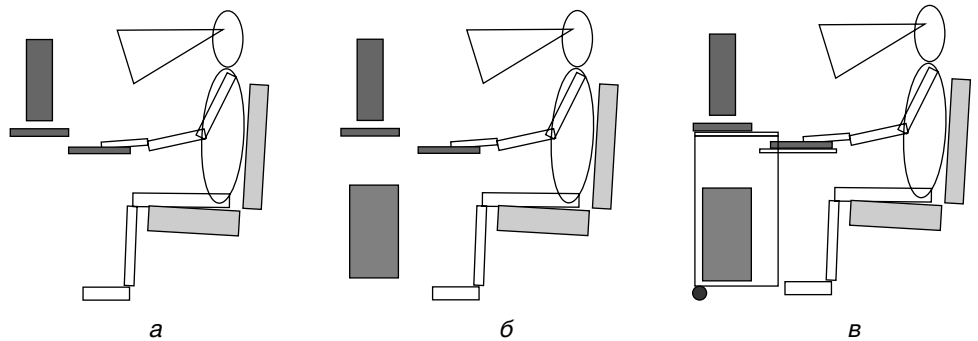

Рис. 1.5
- ◆ Изобразить элементы, положение и размер которых функционально заданы относительно сидящего человека. Клавиатуру нужно расположить под кистью руки, а монитор — на линии нормального взгляда на расстоянии около 60 см от глаз (рис. 1.5, а). Размеры объектов удобно устанавливать, вводя точные значения в поля Object(s) Size (Размер объекта) на Property Bar (Панель свойств).
На рисунке видно, что поверхность для установки клавиатуры должна находиться ниже, чем поверхность для установки монитора, поэтому для клавиатуры можно сделать полку, задвигаемую под основную столешницу. Таким образом решается задача минимальной глубины стола в нерабочем положении. Системный блок в таком случае удобно спрятать под стол и расположить вдоль — левая стенка будет обращена вперед, как и требовалось, а лицевая панель обращена вправо, что тоже достаточно удобно (рис. 1.5, б).
основания стола. Необходимо также обозначить колесные опоры, определяющие высоту основания стола над поверхностью пола (рис. 1.5, в). Отдельные объекты проще добавить, пририсовывая их к ранее созданным элементам. Если выполнить команду View ▶ Snap to Objects (Вид ▶ Привязать к объектам), то новые объекты будут «прилипать» к уже существующим.